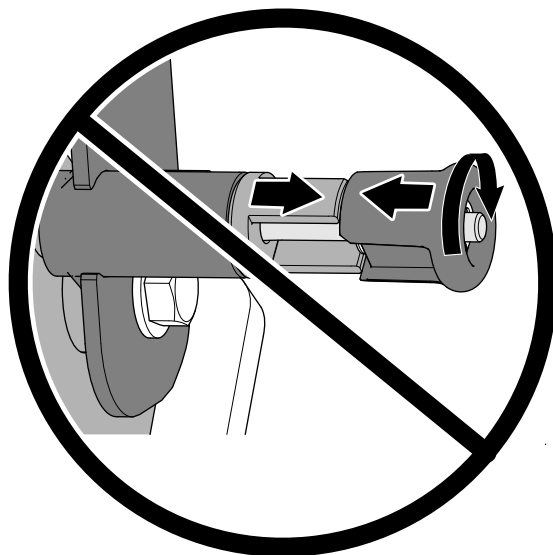

图 68
**重要事项** 切勿旋转旋钮使得门锁销无法缩回 图 68。